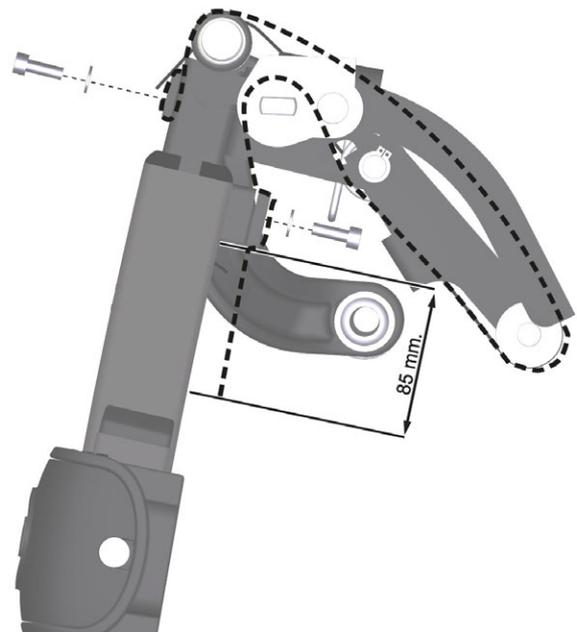

Abbildung 184. Montage des Beinstützenriemens an der Beinstütze.
3. Das eine Ende des Beinstützenriemens abmontieren, indem man den unteren Teil der Beinstütze leicht anhebt, während gleichzeitig die beiden Schrauben an Vorderseite der Beinstütze entfernt werden. Danach Befestigungsplatte aus der Schlaufe des Riemen ziehen. Siehe Abbildung. 184.
4. Die zwei Schrauben entfernen, die die Riemenhalterung an der Rückseite der Beinstütze halten. Siehe Abbildung. 184.
1. Riemen durch die Halterung an der Rückseite der Beinstütze ziehen. Messen und überprüfen, dass der Riemen 85 mm unter der Halterung hervorsteht. Die beiden Schrauben der Halterung festziehen und Riemen fixieren. Siehe Abbildung. 184.
2. Unteren Teil der Beinstütze hochschieben und Riemen durch den Beinstützenmechanismus ziehen. Siehe Abbildung. 184.
3. Befestigungsplatte in der Schlaufe des Riemen platzieren und mit den beiden Schrauben an der Vorderseite der Beinstütze montieren. Siehe Abbildung. 184.